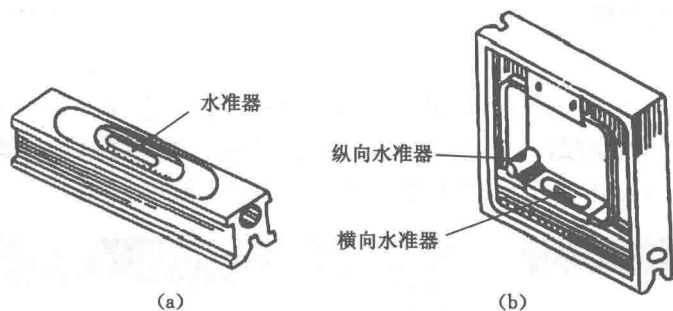

图 1-1-11 水平仪
(1) 普通水平仪,如图 1-1-11(a)所示,由 V 形测量基面用的金属体和读数用的水平器组成,在弧形封闭的玻璃管内留有 1 个小气泡,其表面有刻度。水平仪放在标准水平位置时,水准器的气泡静止在刻度线的中间位置,当被测平面略有倾斜时,水准器的气泡向高处移动,从水准器的刻度上可读出两端高低差值。例如刻度为 0.02 mm/m ,即表示气泡每移动 1 格,被测长度为 1 m 的两端高低相差为 0.02 mm 或水平仪倾角 $\theta = 4''$ 。
(2) 框式水平仪,如图 1-1-11(b)所示,框式水平仪是由四个相互垂直的工作面组成的正方形,它有纵向和横向两个水准器。用它既能检查平直度,还能检查工件的垂直度。它的规格有 $150 \text{ mm} \times 150 \text{ mm}$ 、 $200 \text{ mm} \times 200 \text{ mm}$ 、 $300 \text{ mm} \times 300 \text{ mm}$ 等三种。刻度值有 $0.02 \text{ mm}/1000 \text{ mm}$ 和 $0.05 \text{ mm}/1000 \text{ mm}$ 两种。使用方法与普通水平仪相同。使用时,应仔细擦净表面,精心操作,不允许受到任何撞击。
(3) 气泡水平仪的原理是利用气泡在玻璃管内可经常保持在最高位置的特性。气泡水平仪使用时应先行检查,先将水平仪放在平板上,读取气泡的刻度大小,然后将水平仪反转置于同一位置,再读取其刻度大小。若读数相同,即表示水平仪底座与气泡管相互间的关系是正确的。否则,需用微调螺丝调整直到读数完全相同,才可做测量工作。
(4) 磁性水平仪在测垂直度时可以吸附在垂直工作面上,不用人工扶持,减轻了劳动强度,避免了人体热量辐射带给水平仪的测量误差。